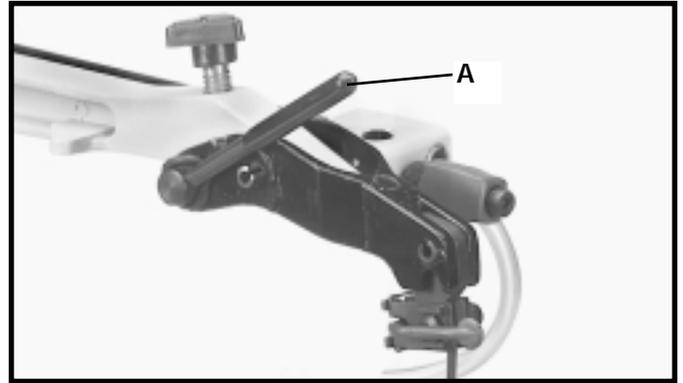

Fig. 3
2. Mettez la poignée du levier de tension de la lame (A) fig. 3 à la position avant comme l'illustre la figure.